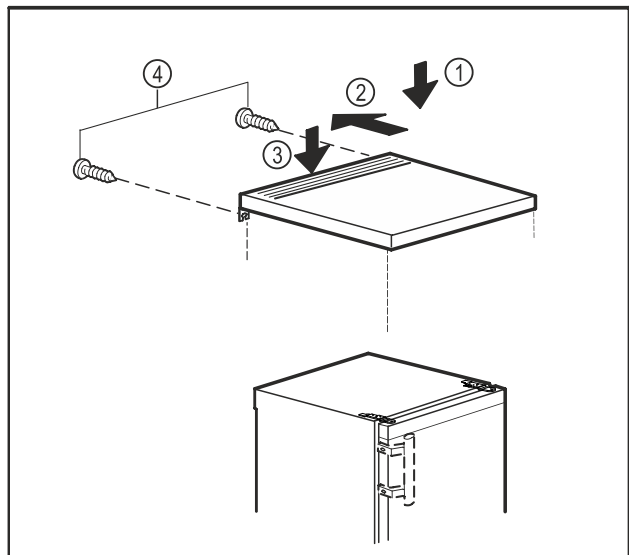

Fig. 10
- ▶ Asetage lauaplaat seadmele. Fig. 10 (1)
- ▶ Lükake lauaplaati tahapoole. Fig. 10 (2)
- ▶ Vajutage lauaplaati taga allapoole. Fig. 10 (3)
- ▶ Keerake kruvid tagaküljel kinni. Fig. 10 (4)